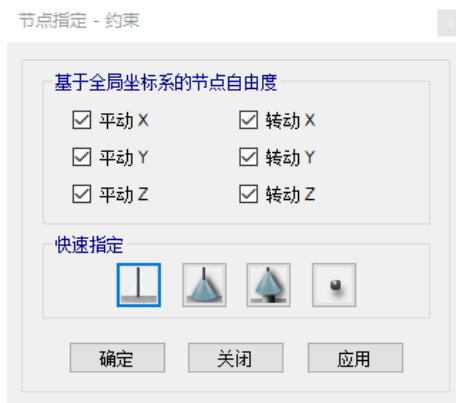

图 6-6 节点指定-约束对话框
3. 框选所有节点，点击菜单**指定>节点>约束**，弹出**节点指定-约束**对话框，如图 6-6 所示：